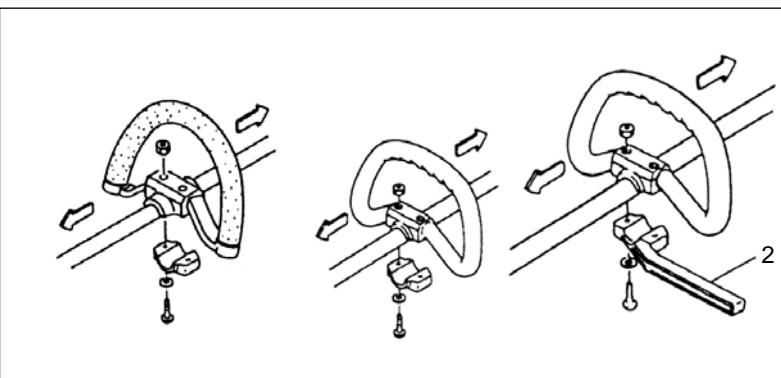

Fig.1-2
**Hvis du bruker stål/faste blader på en rette akseltrimmere eller hekklippere må du alltid bruke skrankestang (2) og skuldersele med slynghåndtak. (Fig.1-2)**